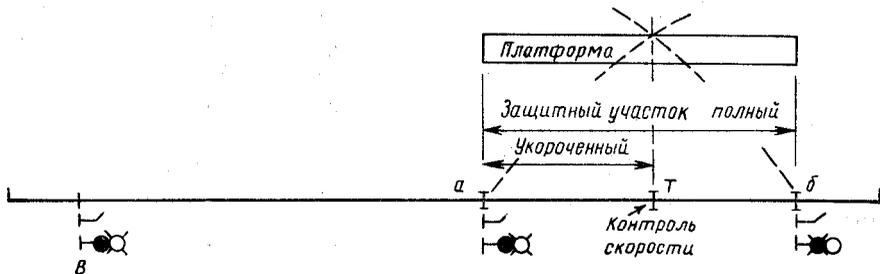

Рис. 9. Принцип контроля скорости уходящих поездов
*Контроль скорости уходящих (удаляющихся) со станции поездов.* В пределах станции, где поезд вынужден останавливаться, пропускная способность участка резко снижается. Чтобы она была не менее 38—40 пар поездов в 1 ч, устройства автоблокировки дополняют системой контроля скорости уходящих поездов. При этом становится возможным сократить длину защитных участков, что не снижает скорости поездов при подходе к станции и обеспечивает полную безопасность их движения. Допустим, что участок  $a-b$  (рис. 9) — полный защитный участок за сигналом  $B$  — надо сократить, чтобы ускорить открытие светофора и тем самым увеличить пропускную способность. Специальными расчетами определяют место установки изолирующего стыка в пределах пути у платформы с устройствами контроля скорости уходящего со станции поезда по хвостовому вагону. В данном примере это будет точка  $T$ . Здесь к моменту прохода хвостовым вагоном поезд, удаляясь с нормальным ускорением, развивает такую скорость (фиксируется устройствами контроля), тормозной путь при которой (при авто-стопном торможении) будет не менее отрезка пути  $T-b$ , а это означает, что если он по каким-либо причинам начнет останавливаться, то по инерции выкатится за пределы отрезка  $T-b$ . Таким образом, сигнал  $B$  ограждает прежний защитный участок  $a-b$ , но без ущерба для безопасности движения поездов можно исклю-